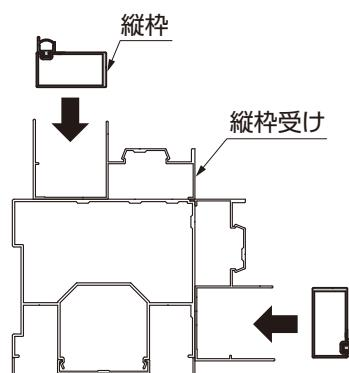
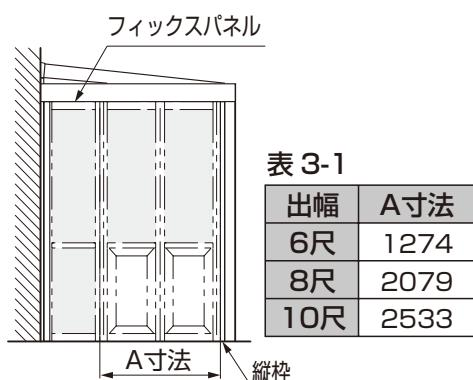

図3-2
図3-3 側面側
- 図3-2を参照して向きを確認して縦枠を取付けてください。
①縦枠を縦枠受けに組付けてください。
②側面側は縦枠とフィックスパネル間がA寸法であることを確認してください。（図3-3、表3-1参照）